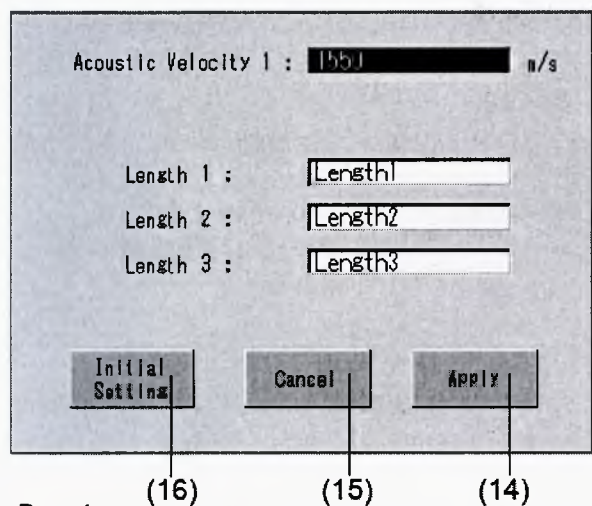

Рис. 4
- 8) Результат измерения, который выводится на изображении, может быть временно скрыт. Каждый раз при нажатии кнопки "Display/Hide" (10) соответствующий результат измерения скрывается или отображается на дисплее.
- 9) Прикосновение к кнопке "Clear" (11) удаляет результат измерения, выбранный кнопкой "Measurement Target Selection".
- 10) Прикосновение к кнопке "Clear Length(s)" (12) удаляет все имеющиеся на дисплее результаты.
- 11) Прикосновение к кнопке "Change Setting" (13) открывает окно изменения настроек (Рис. 4).